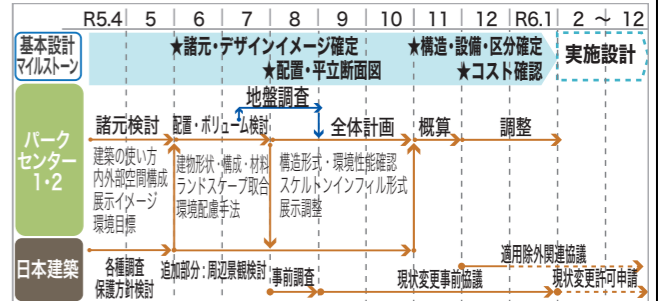

図8: 適切なマイルストーンの共有による確実な業務遂行
- A) 事業工程を踏まえた**マイルストーンを設定し、調整事項と目標を確認共有**することで、手戻りのない業務進行を行います。(図8)